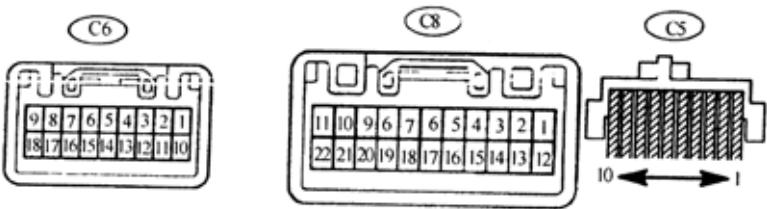

图 9-105
1)从组合仪表总成上断开连接器, 连接器端子如图 9-105 所示。